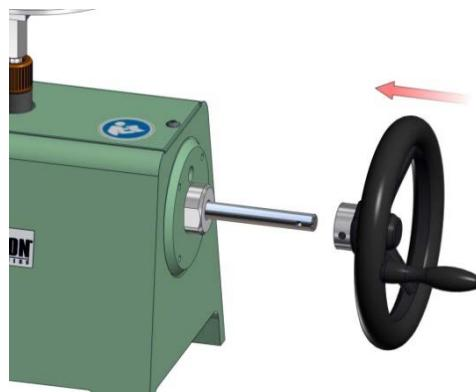

Abbildung 4.9.6
6. Lassen Sie den Drehgriff über das freiliegende Spindelende gleiten. Siehe nachfolgende Abbildung 4.9.6.